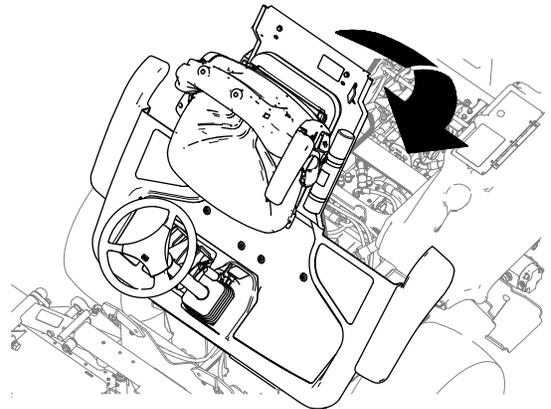

Figura 44
1. Baixe, cuidadosamente, a plataforma (Figura 44).